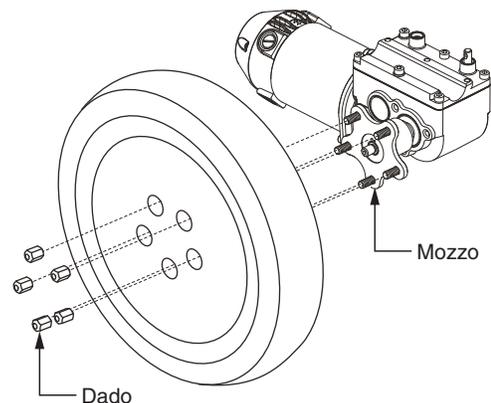

Figura 15. Ruota motrice della Quantum 4Front
4. Rimuovere i cinque (5) dadi dall'interno del mozzo. **Vedere figura 15.**